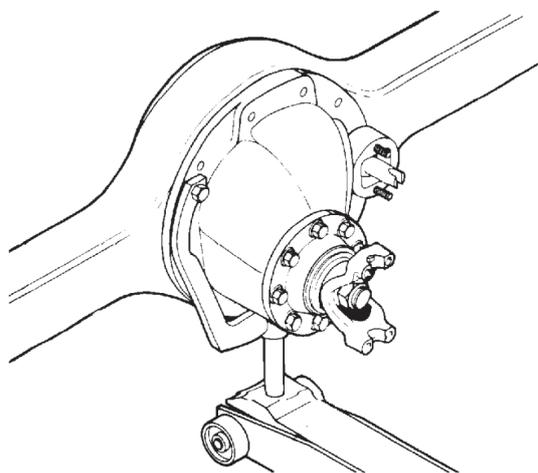

Figura 7
- A. Desloque, manualmente, o garfo de mudança (no sentido oposto ao diferencial) até a posição de baixa velocidade (BV). Esta operação visa eliminar a interferência entre a engrenagem solar e a boca da carcaça, permitindo fácil remoção do diferencial;
- C. Solte o diferencial da carcaça, utilizando um suporte adequado e um macaco. (Figura 7);